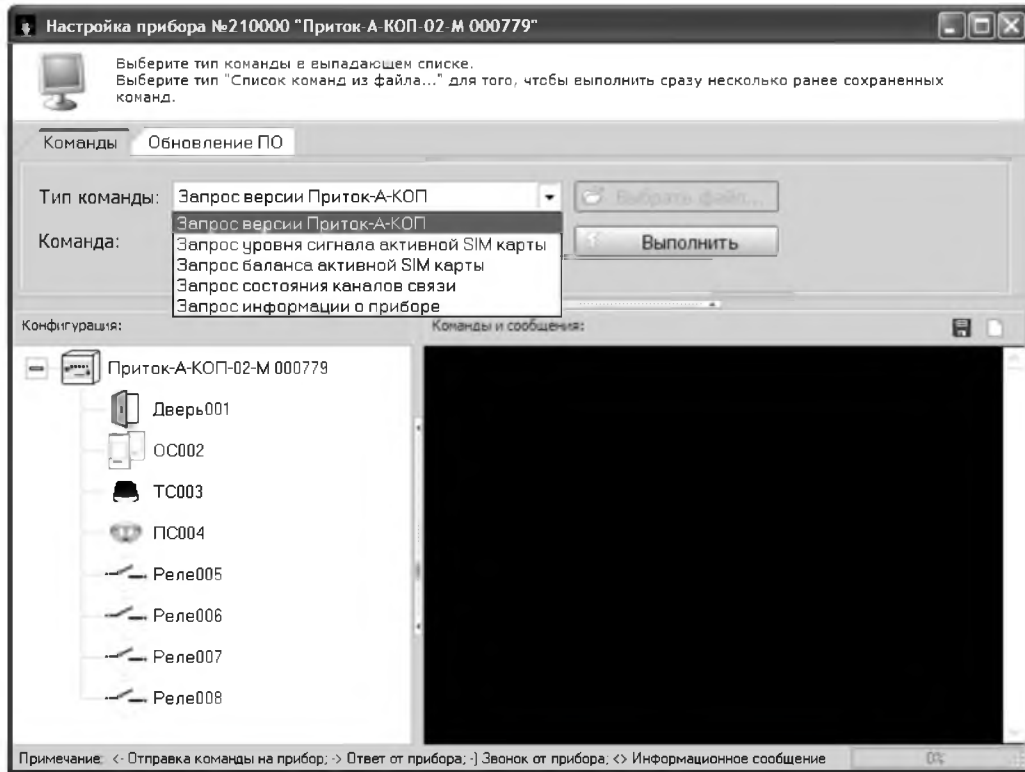

Рисунок 16. Окно «Настроить прибор»
- Из выпадающего списка «Тип команды» в окне «Настроить прибор» (см. рисунок 16) выбрать необходимый запрос из следующих: